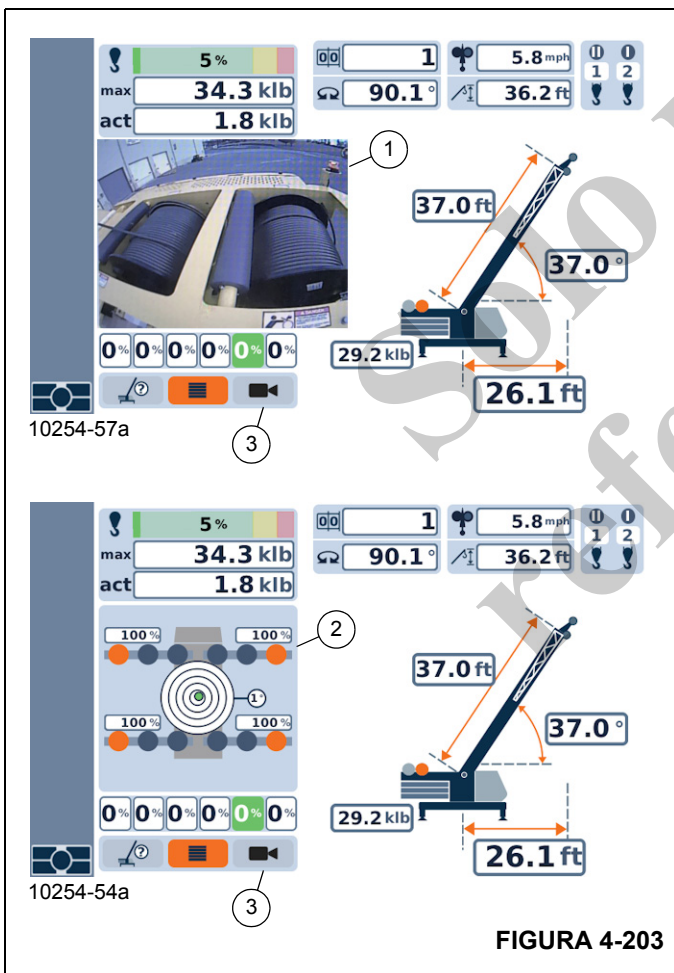

FIGURA 4-203
Cuando esté activada, la vista de la cámara de malacate (1, Figura 4-203) se mostrará automáticamente en lugar de la vista de la posición del estabilizador (2) cuando el malacate principal o auxiliar opcional esté en funcionamiento (enrollado o desenrollado). Cuando los malacates no están en funcionamiento, la vista de la posición del estabilizador se mostrará en la pantalla principal.
Seleccione y confirme el icono de la vista de la cámara de malacate (3, Figura 4-203) para habilitar o inhabilitar la vista de la cámara de malacate.